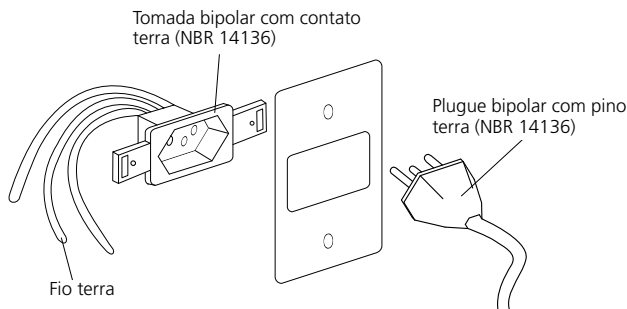

Fig. 17
- Ligar o produto em uma tomada bipolar com contato terra, de 10 A, 3 pinos redondos (diâmetro dos pinos 4,0 mm) devidamente aterrada (NBR 14136), exclusiva, em excelente estado, dimensionada de acordo com o circuito de proteção (fig. 17).